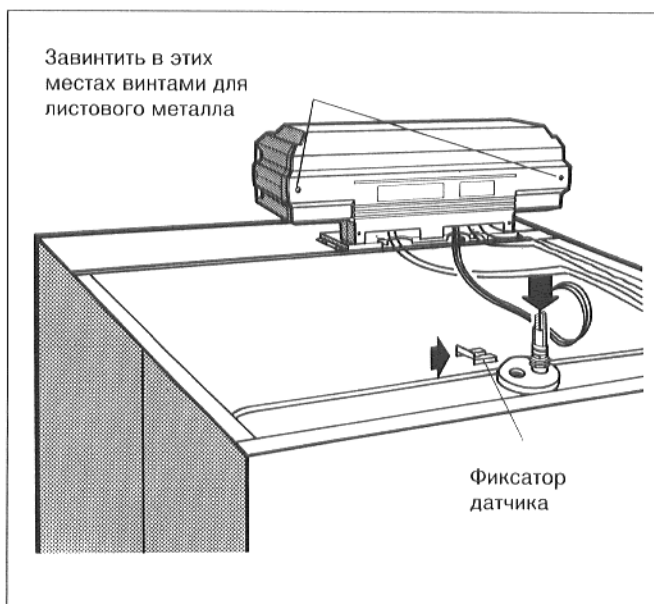

Рис. 55
- Привинтить защитный кожух регулятора двумя винтами для листового металла к цоколю регулятора (рис. 55).